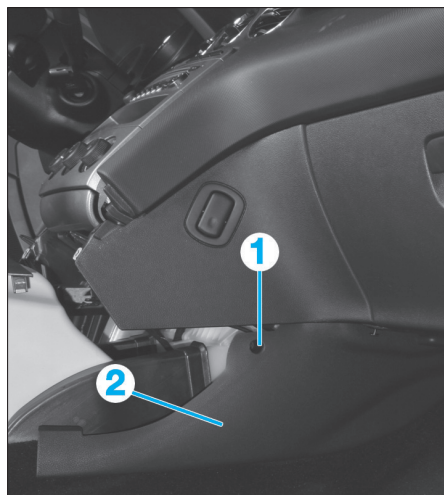

Fig. 29
- la vis (1) (Fig.29),
- la garniture inférieure droite de planche de bord (2),